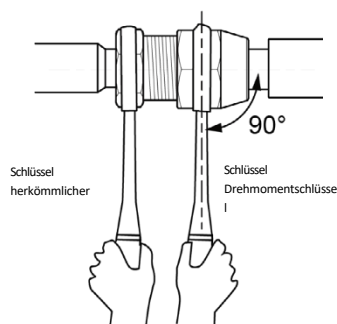

Abb. 17
- 3 Ziehen Sie die Flanschmutter mit einem Drehmomentschlüssel fest an, bis der Schlüssel ein Klicken von sich gibt (halten Sie den Griff des Schlüssels fest und setzen Sie ihn im rechten Winkel zum Rohr an, siehe Abb. 17).